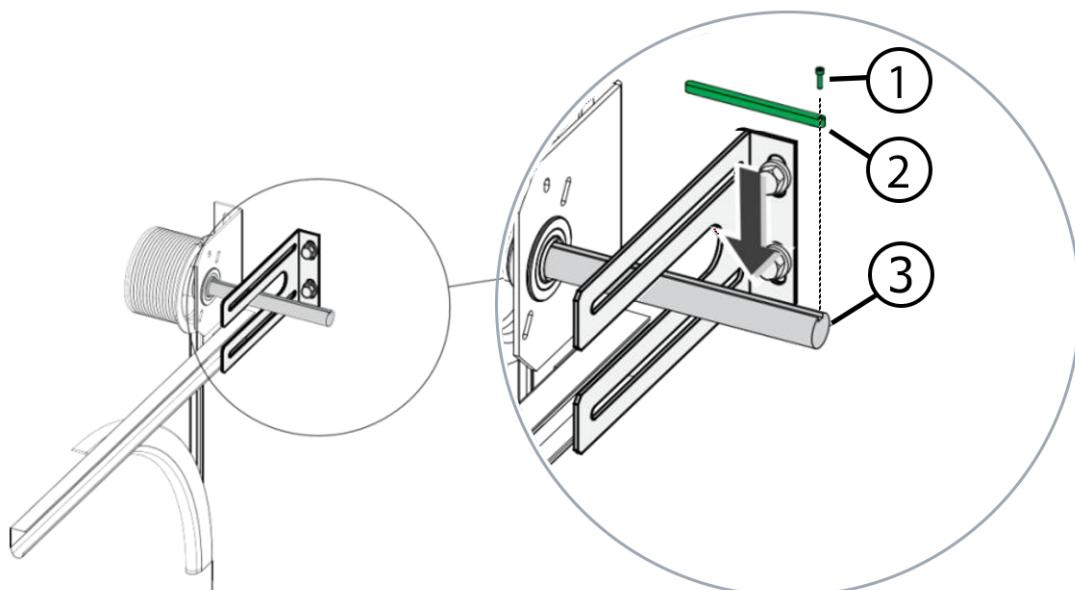

Fig. 2
9. Réglar l'arbre d'entraînement de l'opérateur pour qu'il corresponde à la position du dispositif anti-torsion (clé, position 8 sur la Fig. 2). Pour ce faire, actionner la transmission en utilisant le fonctionnement d'urgence.
11. Faites glisser l'opérateur sur l'arbre d'entraînement de la porte (1).